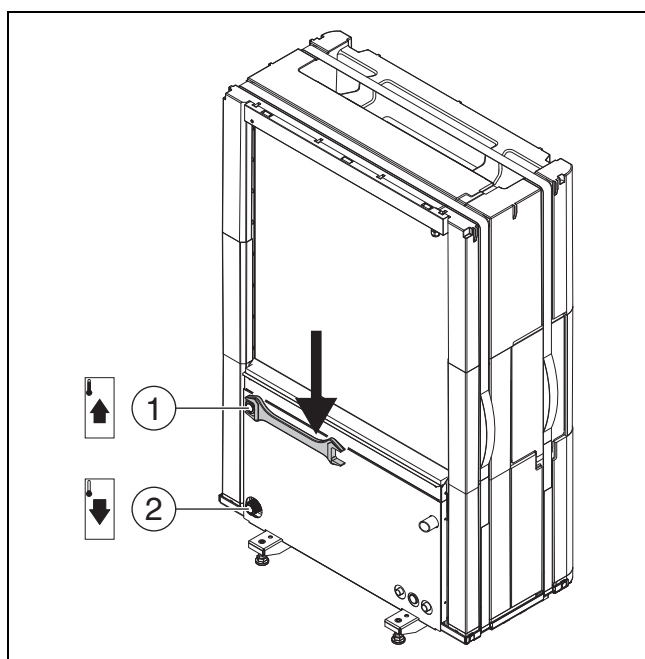

Bild 12 Anschlüsse der Wärmeträgerrohre, gültig für alle Größen
- ▶ Vorlauf zur Inneneinheit am Wärmeträgerausgang der Wärmepumpe anschließen (→ [1], Abb. 12).
- ▶ Rücklauf von der Inneneinheit am Wärmeträgereingang der Wärmepumpe anschließen (→ [2], Abb. 12).
- ▶ Anschlüsse der Wärmeträgerrohre mit einem Anzugsmoment von 120 Nm anziehen. Die Kraft nach unten richten (→ Abb. 12), um eine seitliche Belastung des Kondensators zu vermeiden. Wenn der Anschluss nicht richtig dichtet, kann die Verbindung mit einem Anzugsmoment von bis zu 150 Nm angezogen werden. Wenn der Anschluss nach wie vor nicht dicht ist, weist dies auf eine Beschädigung der Dichtung oder des angeschlossenen Rohrs hin.